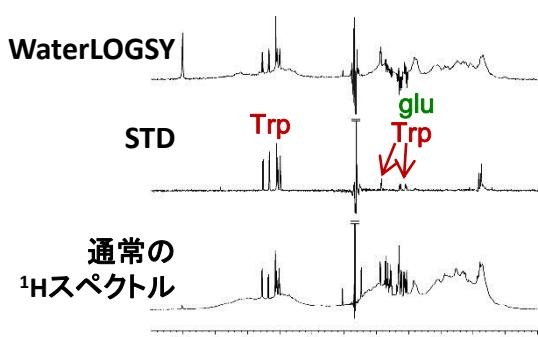

図1 WaterLOGSY法とSTD法の比較：ヒト血清アルブミン (HSA) とトリプトファン (Trp) 複合体のNMR
- ヒト血清アルブミン (HSA) とトリプトファン (Trp) の複合体の通常の1H NMRスペクトルに対するWaterLOGSY法及びSTD法によるスペクトルを図1に示します。
- WaterLOGSY法では、タンパク質によるシグナルは十分には消去できていませんが、結合しないグルコースのシグナルは下向きになります（図1上）。
- STD法では、タンパク質によるシグナルは効率よく消去され、結合したトリプトファンのシグナルをより鮮明に確認することができます（図1中）。